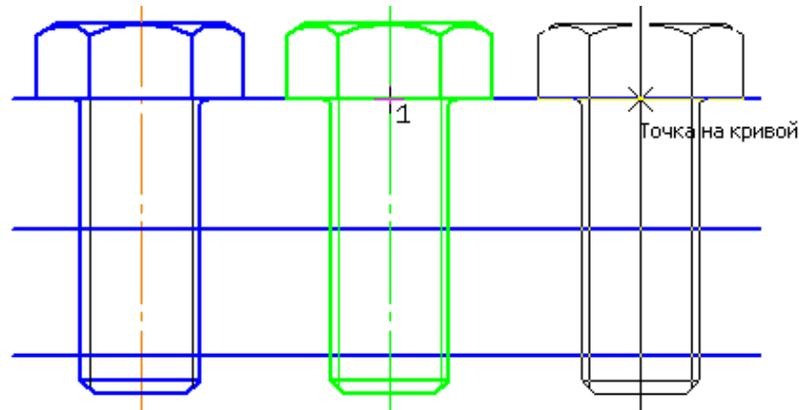

Рисунок 40. Копирование объектов.
3. После указания базовой точки переместите указатель вправо, совместив его с точкой пересечения оси и основания головки копируемого болта (рис. 40). При этом фантом копии окажется на таком же расстоянии от оригинала, что и левый болт. Зафиксируйте копию.